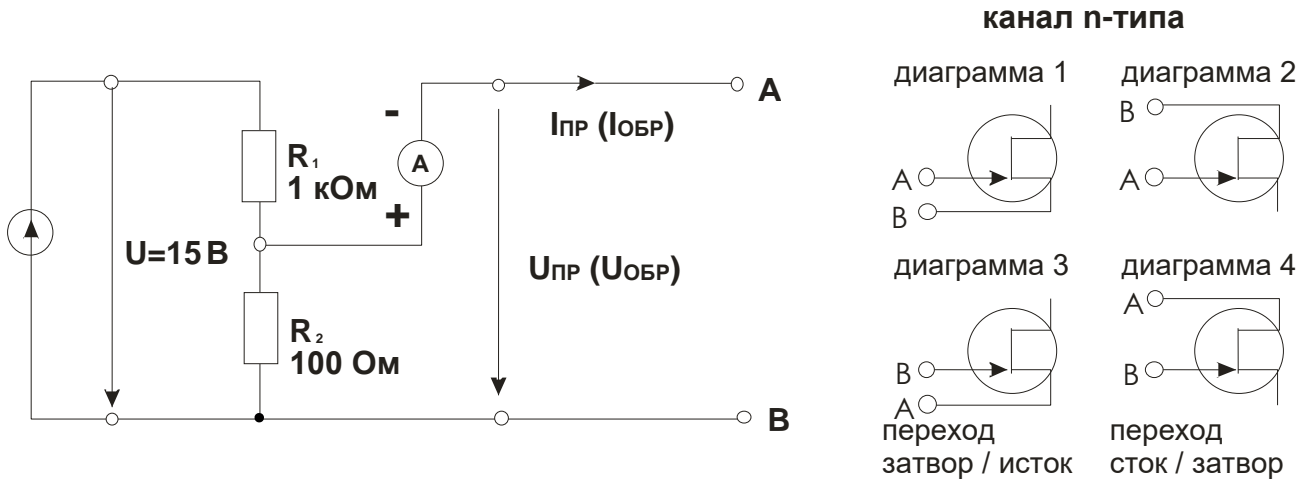

Рис. 5.1.2
- Соберите цепь согласно схеме (рис. 5.1.2, диаграмма 1) и с помощью мультиметра (в режиме миллиамперметра) определите состояние **p–n** перехода (проводящее / запертое). Повторите измерения согласно диаграммам 2, 3 и 4. Результаты занесите в таблицу 5.1.1.